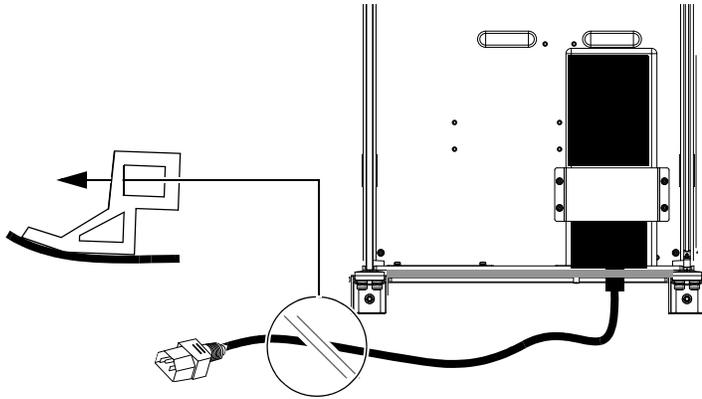

Figura 15. Paso del cable a través de la placa de unión posterior y conexión a la PSU (no se muestra el conmutador Ethernet)
- 6 Lleva el otro extremo de los cables de CA por la abertura de cada placa de unión posterior y pásalo por las aberturas superiores (cuadradas) de la tapa posterior como se muestra en la Figura 15.